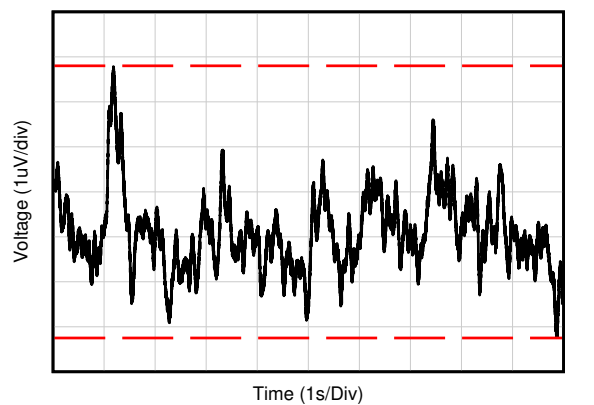

Figure 6-21. 0.1-Hz to 10-Hz Noise
0.1-Hz to 10-Hz Noise	Figure 6-21